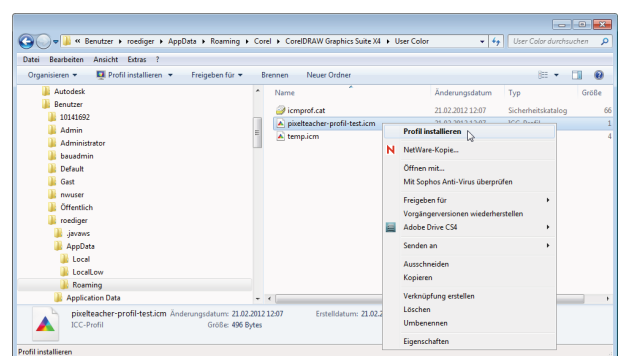

Abb. 13-19: Profil installieren
- Profildatei markieren ► rMT | PROFIL INSTALLIEREN (Abb. 13-19) ► Die Profildatei wird in den Windows-Systemordner kopiert. Hierfür sind keine Administratorrechte erforderlich.